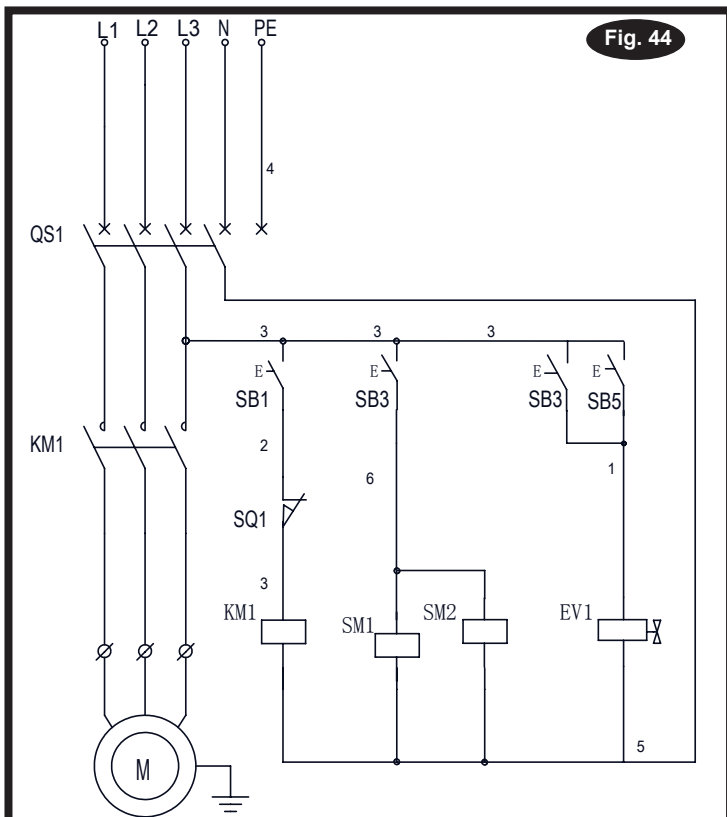

Fig. 44
- Vérifiez le montage de l'interrupteur suspendu pour vous assurer que la barre de l'interrupteur active l'interrupteur lors du levage. L'interrupteur est câblé, en position normalement fermée, et coupera le moteur une fois activé, Fig. 44, 45, 46 et 47.